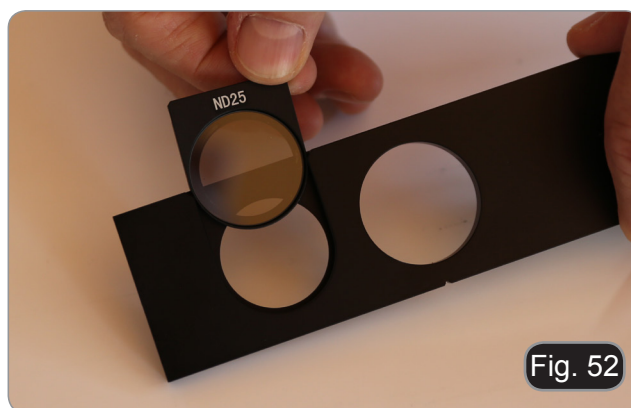

Fig. 52
1. Insira o filtro no suporte e coloque-o correctamente. (Fig. 52)
- Mova o slide para a direita ou para a esquerda para inserir a posição desejada. Um clique confirmará a posição correta do slide. (Fig. 52)
1. Ao entrar na posição ① (sempre que um filtro ND é instalado) a luz proveniente do alojamento da lâmpada será reduzida dependendo do tipo de filtro instalado.
2. Ao entrar na posição ②, nenhum filtro é inserido no caminho óptico.
3. Quando a posição ③ é inserida, o obturador é inserido no caminho da luz e, portanto, não haverá luz.